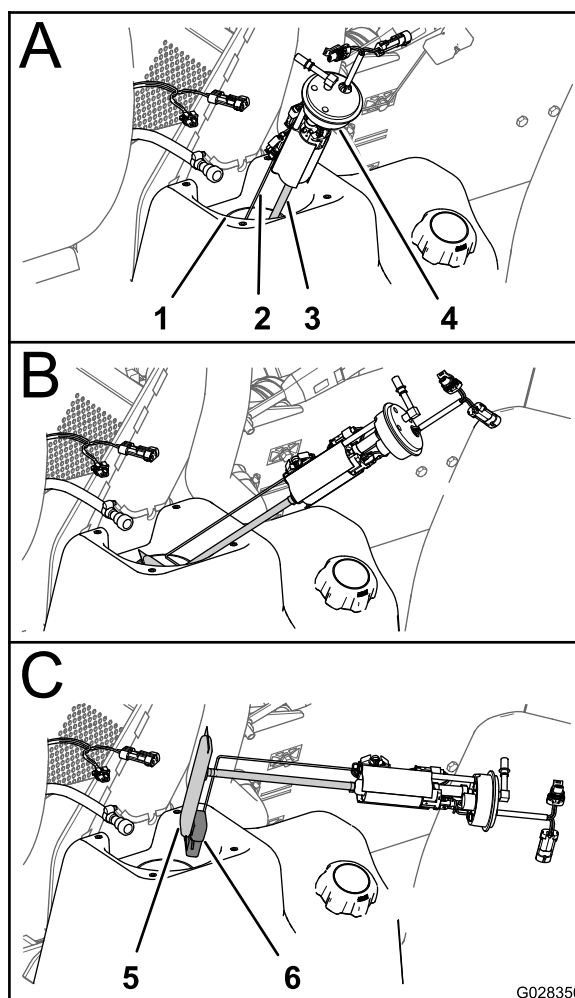
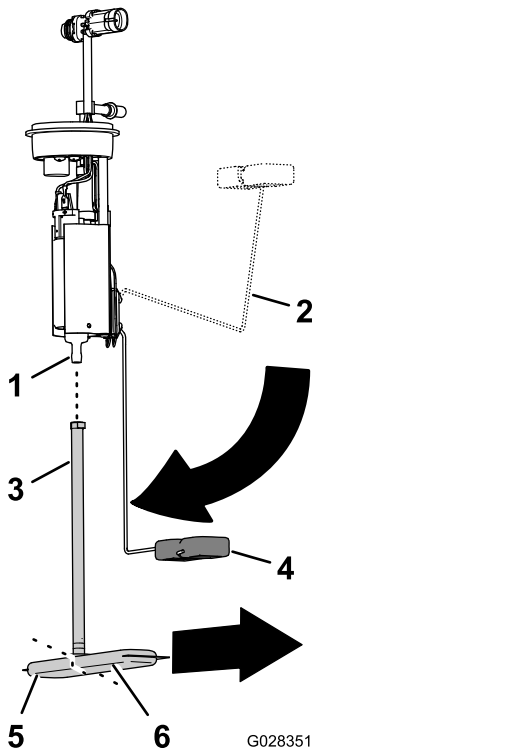

Figure 62
Figure 63
6. Soulevez et tournez avec précaution la pompe à carburant/transmetteur pour l'extraire du goulot du réservoir de carburant (Figure 62).
1. Détachez du raccord de la pompe à carburant le tube d'aspiration du filtre à carburant (Figure 63).
2. Alignez le tube d'aspiration du nouveau filtre à carburant et le raccord de la pompe à carburant (Figure 63).
3. Alignez la longue patte du filtre à carburant sur le flotteur quand le bras du flotteur à la position vide (Figure 63).
4. Insérez le raccord de la pompe à carburant dans le tube d'aspiration jusqu'à ce que le raccord soit parfaitement engagé (Figure 63).
1. Soutenez le bras de flotteur et le tube d'aspiration ensemble, et glissez le flotteur et le filtre à carburant dans l'ouverture du réservoir de carburant (Figure 62).
2. Insérez la pompe à carburant/transmetteur dans le goulot du réservoir (Figure 62 et Figure 63).
3. Placez l'écrou et le joint par dessus la pompe à carburant/transmetteur et sur le goulot du réservoir de carburant, et serrez l'écrou à la main (Figure 62).
4. Branchez le raccord du flexible de carburant au raccord de la pompe à carburant (Figure 62).
5. Rebranchez le connecteur à 2 douilles du faisceau de la machine au connecteur à 2 broches de la pompe à carburant/transmetteur; rebranchez le connecteur à 2 broches du faisceau de la machine au connecteur à 2 broches de la pompe à carburant/transmetteur (Figure 62).